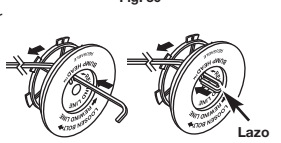

Fig. 31
8. Tome aproximadamente 3 m (10 pies) de nueva línea de corte. Inserte un extremo de la línea a través de uno de los orificios del carrete interior (Fig. 31). Pase la línea a través del carrete interior hasta que queden sólo 4 pulgadas fuera.
9. Inserte el extremo de la línea en el orificio abeto del carrete interior y hale de la línea en forma ajustada a fin de que el lazo sea lo más pequeño posible (Fig. 31).